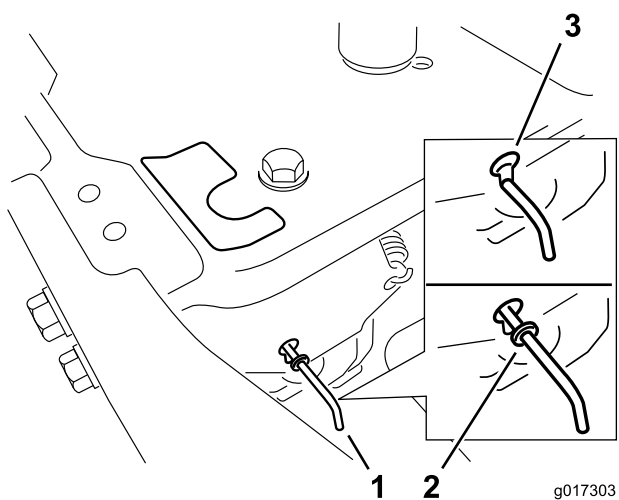

Figura 23
- Mova as alavancas de derivação para a frente através do orifício da chave e para baixo para as bloquear no lugar, como se mostra em Figura 23 . Certifique-se de que isto é feito para cada alavanca.
Mova as alavancas de derivação para trás através do orifício da chave e para baixo para as bloquear no lugar, como se mostra em Figura 23 . Certifique-se de que isto é feito para cada alavanca.